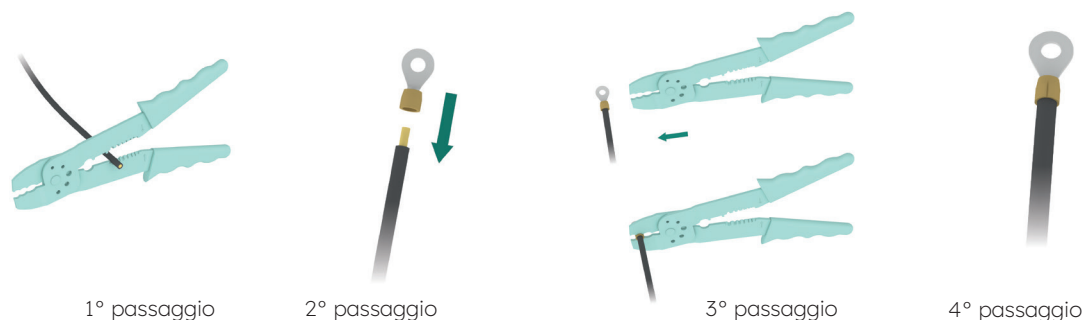

Figura 7 Crimpatura del terminale ad anello
- 5 Il cavo di alimentazione deve essere crimpato con il terminale ad anello. Il processo di crimpatura è illustrato nella Figura 7.